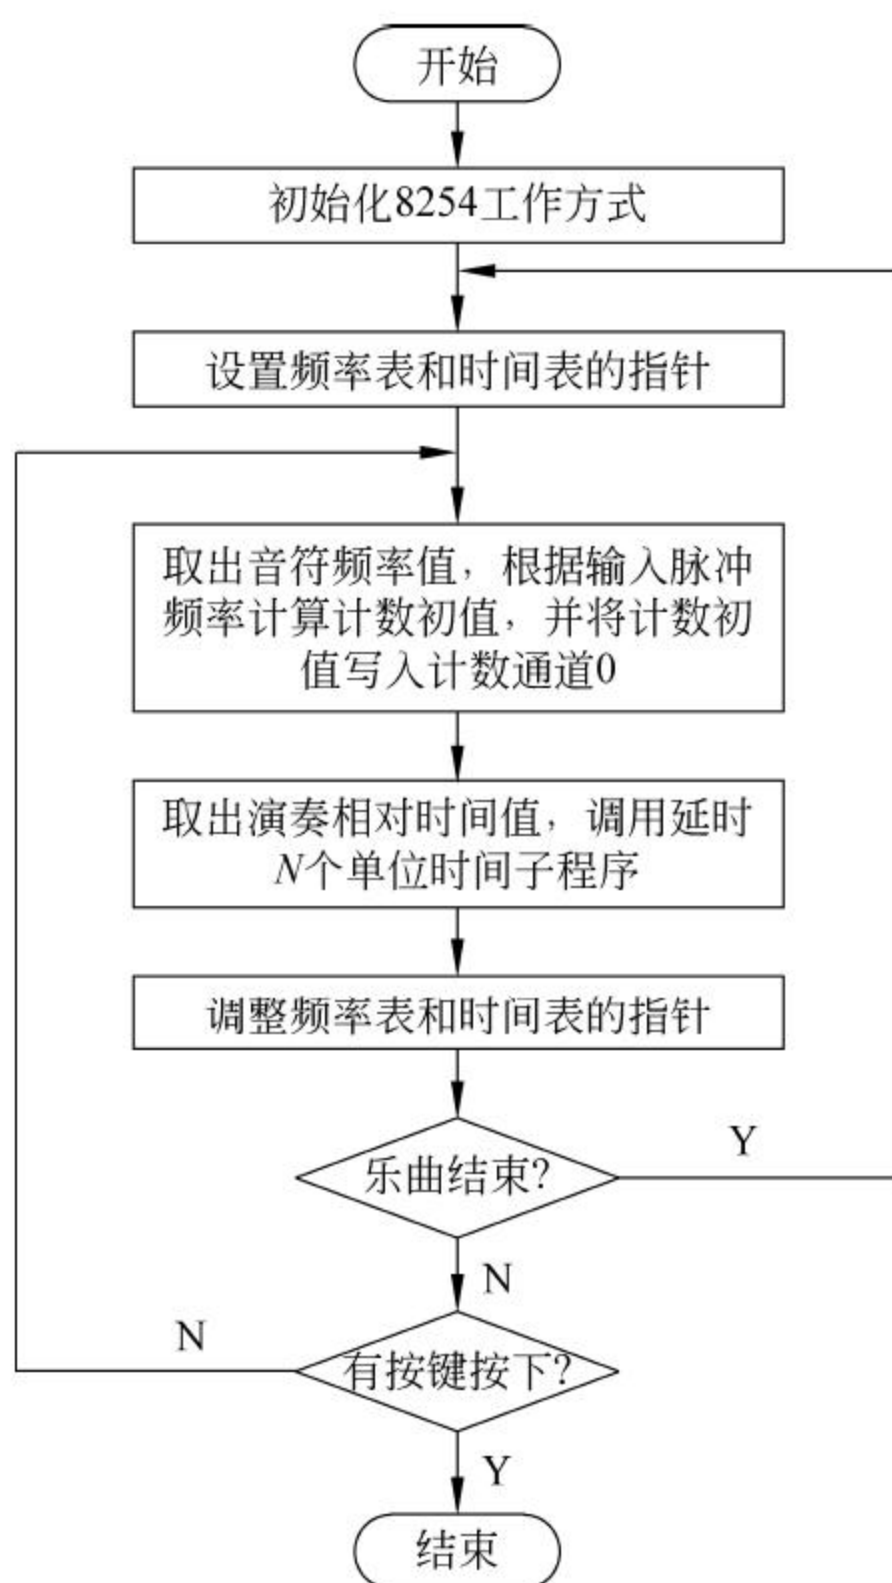

图 11-11 电子发声实验程序流程图
(3) 编写控制程序(参考流程如图 11-11 所示)。请注意:流程图是循环反复演奏,实验中也可以修改为只演奏一遍。
(4) 编译、链接、运行程序,聆听扬声器发出的音乐是否正确。